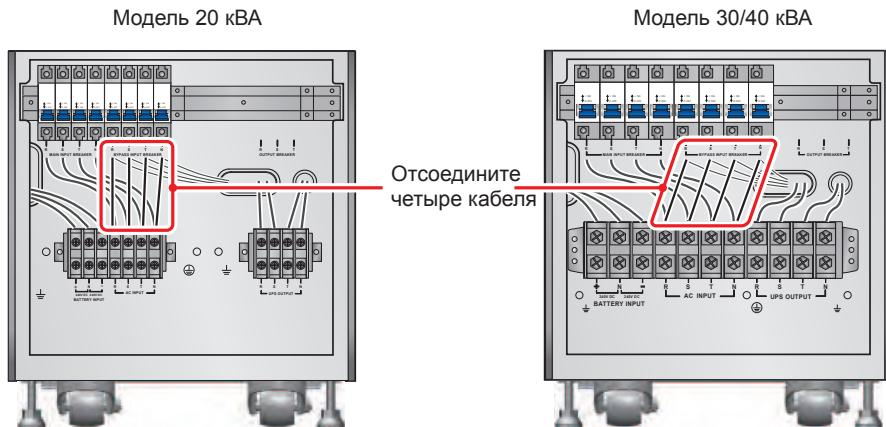

Рис. 6-7. Отключение четырёх кабелей, соединяющих блок зажимов сетевого входа с входным размыкателем байпаса
2. Или удалите четыре кабеля, соединяющие соединяющие блок зажимов сетевого входа и входной размыкатель байпаса (см. *рис. 6-7*). Подключите кабели сети переменного тока R, S, T и N к входному размыкателью байпаса.